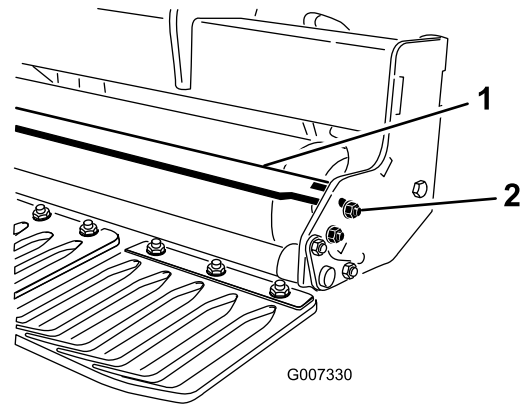

図 16
1. スクレーパーの左右をローラスクレーパーのタブに固定している締結部材をゆるめる 図 16。